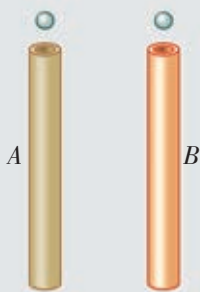

图 1-24
5. 如图 1-24 所示, 有两个长度和粗细都相同的空心管子 A 和 B , 竖直放置, A 管是导体, B 管是绝缘体。取两个同样的磁体, 它们都能从任意一个管子的上端开口经过管内下落。若将这两个磁体分别在 A 、 B 管的上端开口处 (同一高度) 同时由静止释放, 它们是否同时从管